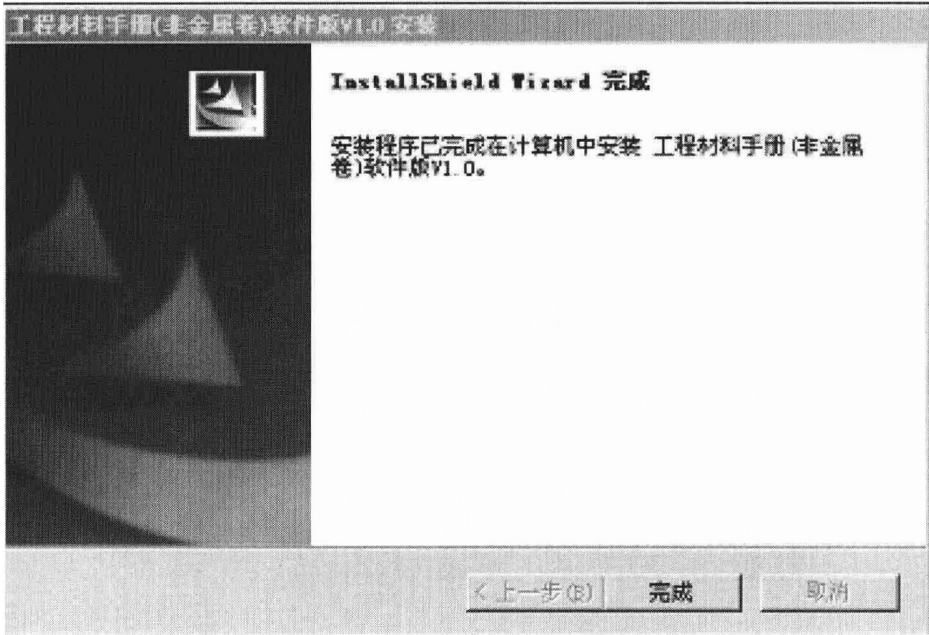

图 1.11 结束安装界面
(10) 最后，屏幕上出现安装程序的结束界面，如图 1.11 所示，单击“完成”按钮，完成整个安装过程。